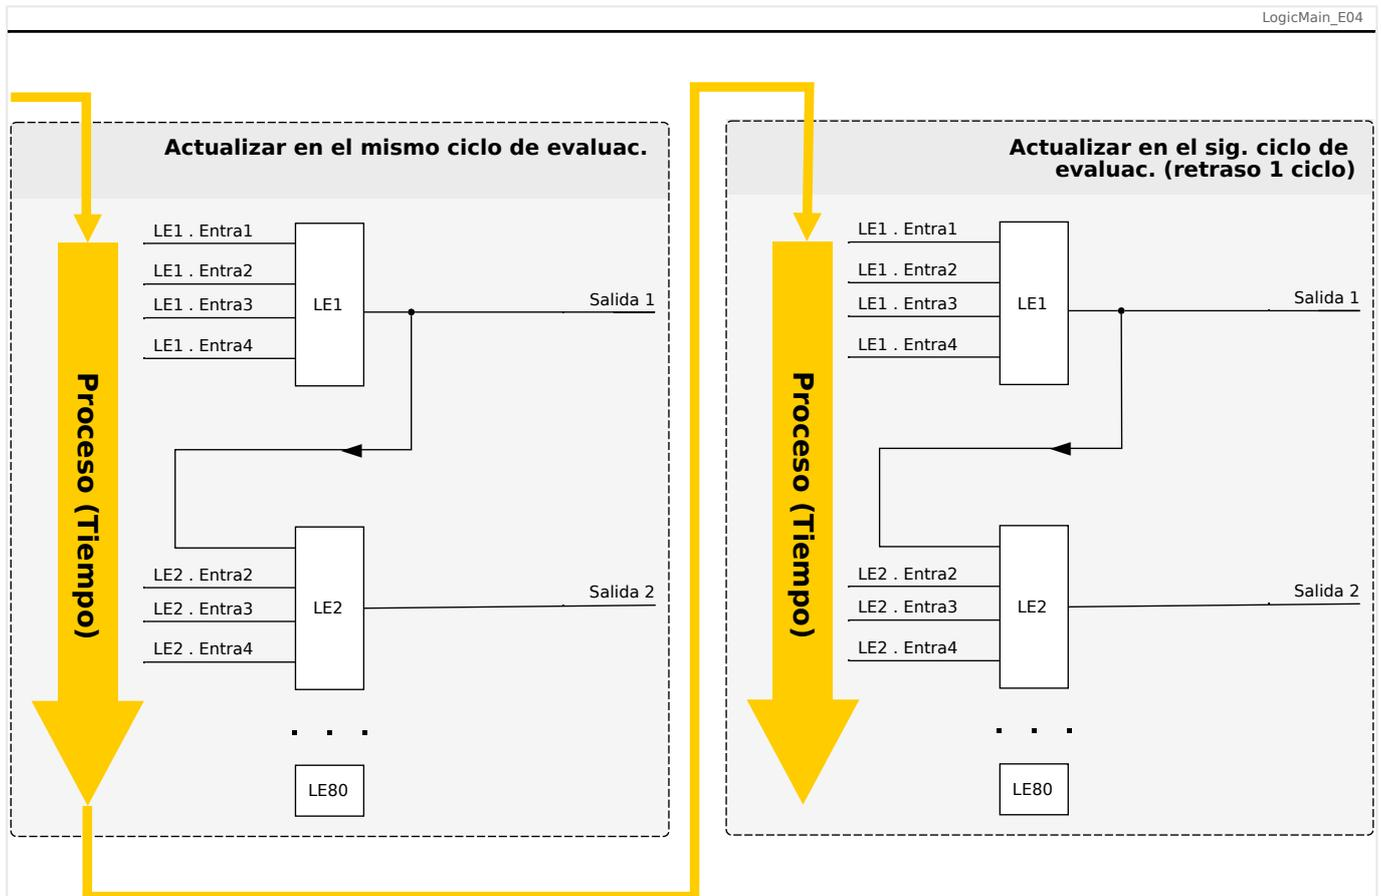
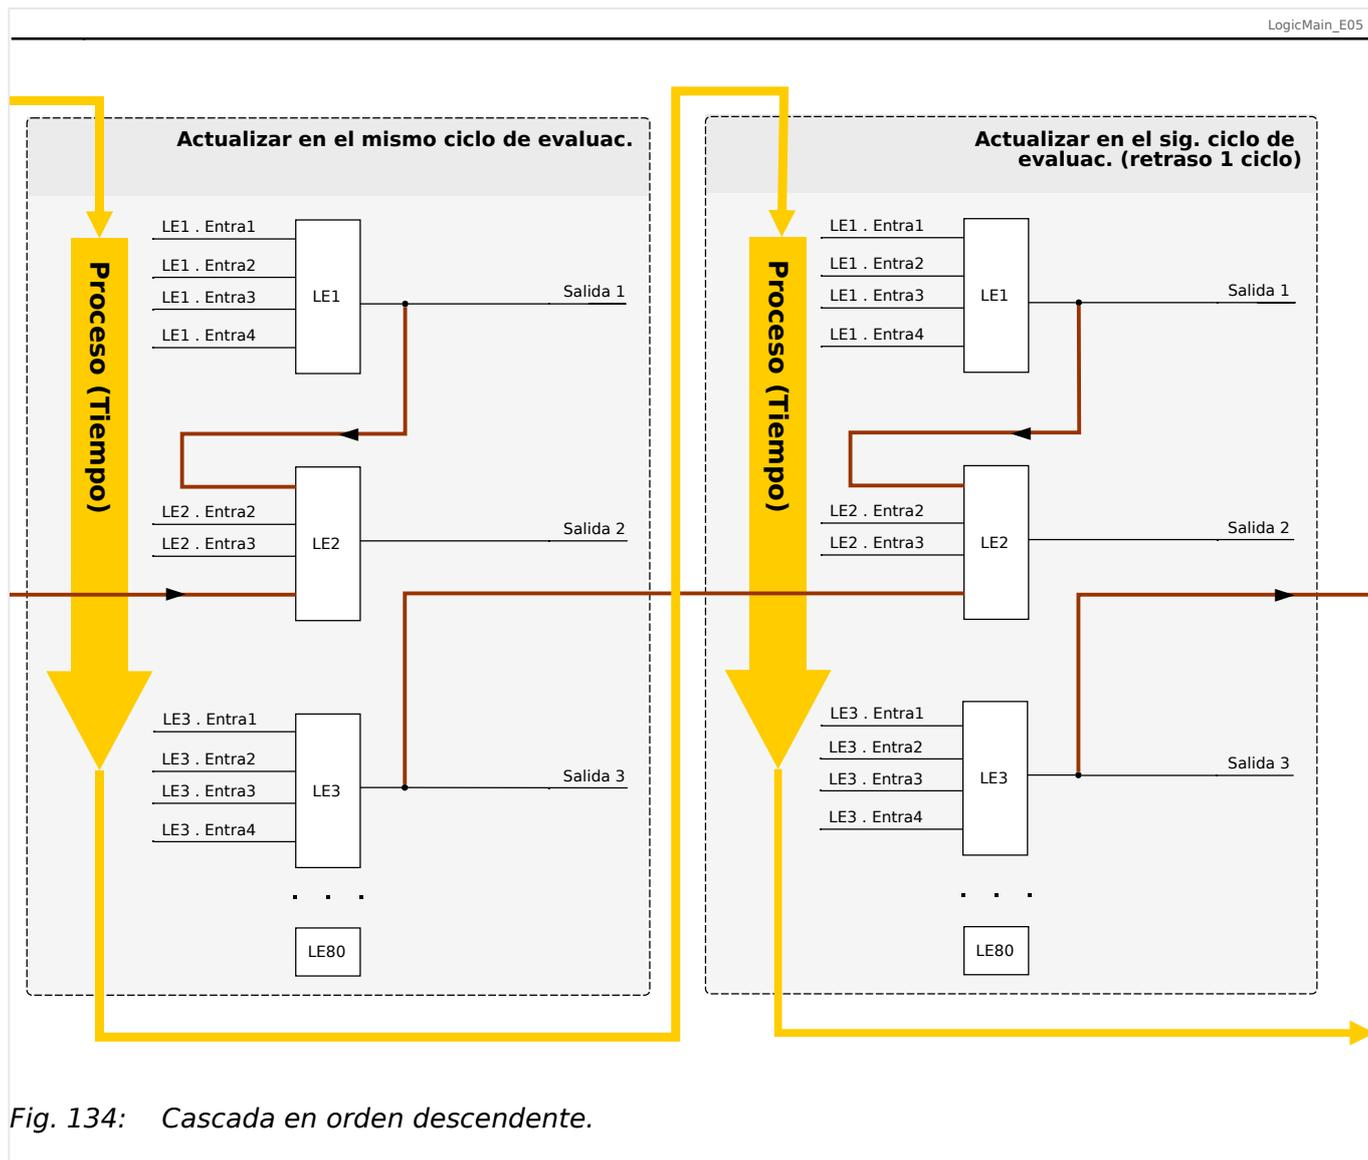

Fig. 133: Cascada en orden ascendente.
Fig. 134: Cascada en orden descendente.
- Una secuencia **ascendente** quiere decir que algunas de las salidas se usarán como entradas de una ecuación lógica con un número **mayor**. Por ejemplo, en el diagrama  Fig. 133 siguiente, se muestra un ejemplo en el que el resultado de la ecuación lógica LE1 se usa como entrada de la ecuación lógica LE2.
- Una secuencia **descendente** quiere decir que algunas de las salidas se usarán como entradas de una ecuación lógica con un número **inferior**. Por ejemplo, en el diagrama  Fig. 134, se muestra un ejemplo en el que el resultado de la ecuación lógica LE3 se usa como entrada de la ecuación lógica LE2.
Tanto la secuencia ascendente como la descendente se pueden usar y combinar entre sí, sin ninguna diferencia inmediata. Sin embargo, como todas las ecuaciones se evalúan en orden ascendente, los valores de tiempo de ejecución en sí que se usen como la entrada de una ecuación tendrán una "antigüedad" distinta, como se muestra en  Fig. 133 y  Fig. 134 a continuación.
En el ejemplo mostrado anteriormente en Fig. 134, la “Ecuación lógica 2” usa los estados de salida de otras dos ecuaciones, la “Ecuación lógica 1” y la “Ecuación lógica 3”. El resultado de la “Ecuación lógica 1” se usa en orden ascendente y, por lo tanto, se evalúa con el mismo ciclo de proceso. El resultado de la “Ecuación lógica 3” se usa en orden descendente y, por lo tanto, se evalúa en el ciclo de proceso anterior.